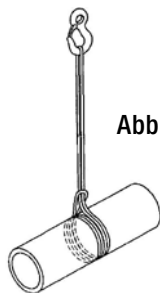

Abb. 1
- mende Rundschnge zu heben wird in Abbildung 1 dargestellt.